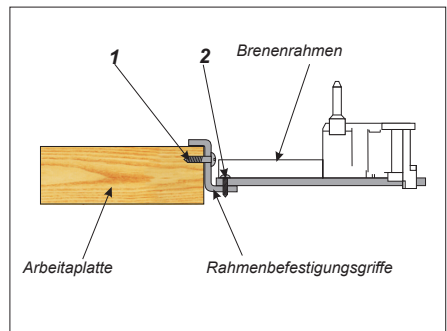
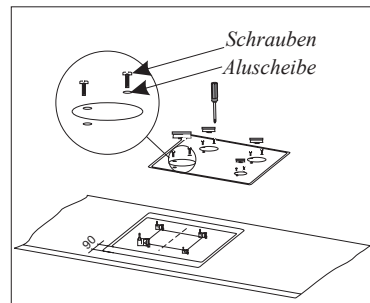
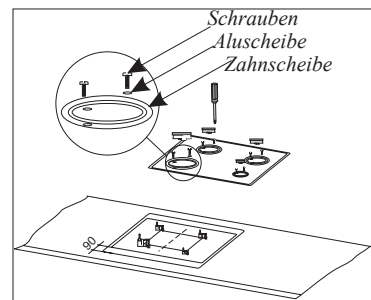

Abb. 3
Abb. 5
Abb. 6
- die Blechschrauben [2] (Abb. 3) lösen.
- Brennerahmen schieben, bis Massenübereinstimmung von 90 mm (Abb. 5) erreicht wird und in dieser Position den Brennerahmen mit Blechschrauben [1] (Abb. 3) in der Paltenöffnung sperren.
- auf den Brennerahmen die Arbeitsplatte hinlegen und mit 8 Blechschrauben mit Unterlagsscheiben M-3 (Abb. 5) an Brennerahmen zuschrauben,
- Brennerrahmen schieben, bis Massenübereinstimmung von 90 mm (Abb. 6) erreicht wird und in dieser Position den Brennerrahmen mit Blechschrauben [1] (Abb. 3) in der Palttenöffnung sperren.
- auf den Rahmen mit Brennern eine Keramikscheibe auflegen und danach Zierauflegen auf die Scheibe und Brenner auflegen. Die Scheibe mit den Zierauflagen mit 8 Blechschrauben mit Unterlagsscheiben M-3 anschrauben (Abb.3), wobei das Anschrauben von den hinteren Normalbrennern anzufangen ist und erst danach ist der Stark- und Hilfsbrenner zu befestigen.